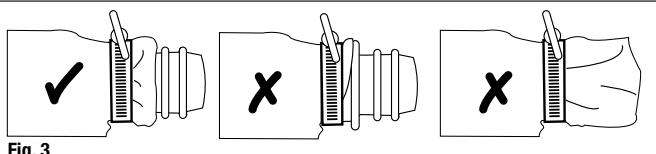

Fig. 3
- Revise alrededor del área donde la prensa sujetó el adaptador para asegurar que la tela de la capucha esté completamente debajo de la prensa y que no cubra los dos últimos rebordes del adaptador donde se conecta el tubo de respiración. Si la tela se extiende más allá del puño es posible que interfiera con la conexión del tubo de respiración (Fig. 3).